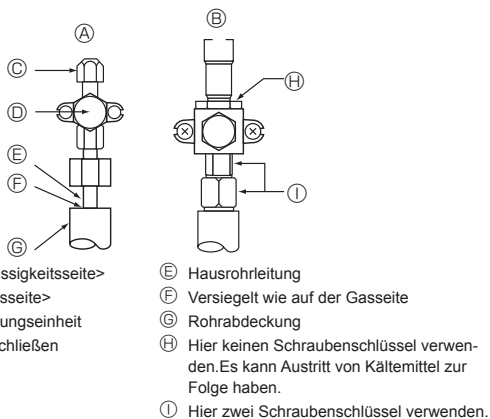

Fig. 4-5
4.4. Verfahren zum Prüfen der Rohre auf Dichtigkeit (Fig.4-5)